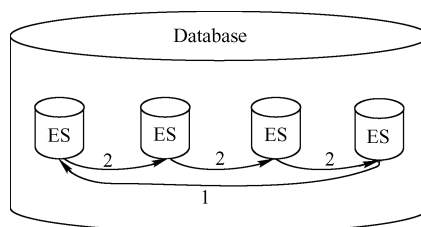

图 8-19 消息归档机制
WinCC 始终可同时组态两个条件（即消息归档的大小和单个分段的大小），消息归档机制如图 8-19 所示。如果超出两个标准之一，将发生下列情况：
1) 超出消息归档（Database）的标准：最旧的消息（即最旧的单个分段）将被删除，如图 8-19 中“1”标示的过程。
2) 超出单个分段的标准：将创建新的单个分段（ES），如图 8-19 中“2”标示的过程。